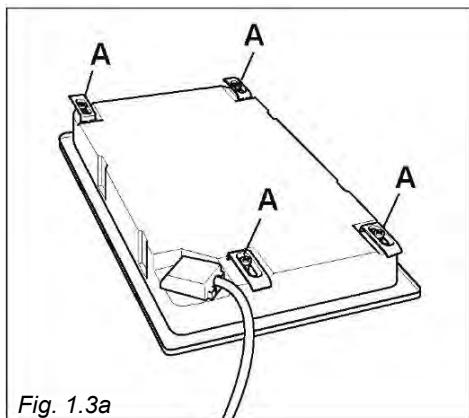

Fig. 1.3a
- Întoarceți plita și puneti clemele „A” (fig. 1.3a) în suporturi, strâneți șuruburile „B” doar câteva ture. Clemele trebuie să fie montate corect, aşa cum se arată în figura 1.3c. Întoarceți clemele astfel încât plita să poată fi introdusă în orificiu.